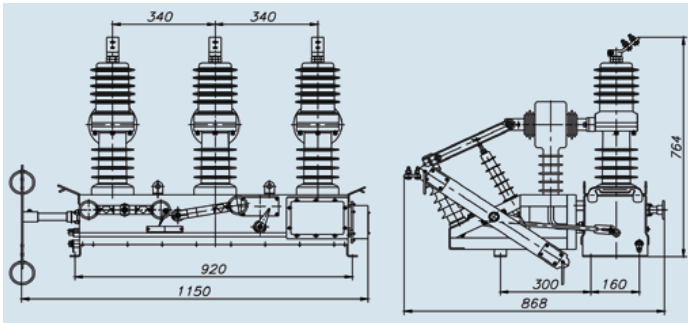

Рис. 6.3 Выключатель с трансформатором напряжения и разъединителем
6.3 Выключатель с трансформатором напряжения и разъединителем (см. рис. 6.3)